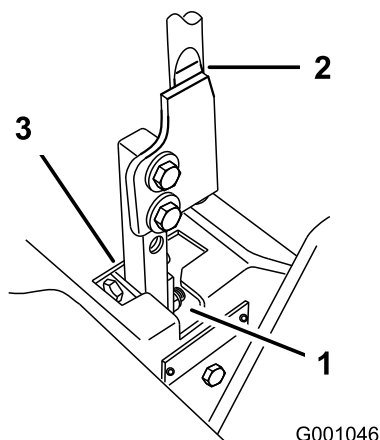

Figure 81
5. Placez le levier au point mort, sans le verrouiller (Figure 81).
6. Tirez-le ensuite en arrière jusqu'à ce que l'axe de chape (situé sur le bras au-dessous de l'axe de pivot) touche l'extrémité de la fente (c.-à-d. commence juste à appuyer sur le ressort, comme montré à la Figure 81).
7. Vérifiez la position du levier par rapport au cran de la console (Figure 81).